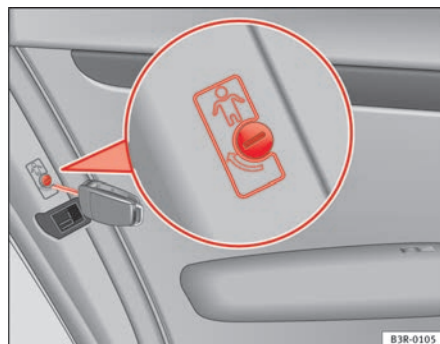

Fig. 77 Bloccaporte nelle porte posteriori
- Girare la chiave nella direzione della freccia ⇒ fig. 77.